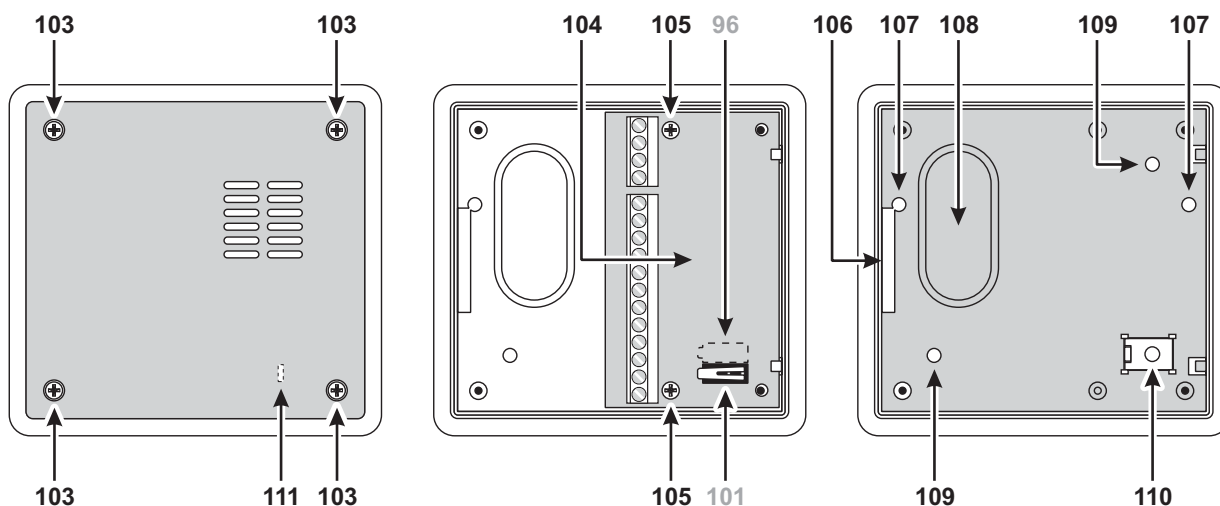

Figura 11 Parti del contenitore per le Espansioni
5. Fissare la Scheda Elettronica **104** al fondo tramite le viti **105** (le due più corte), facendo attenzione al suo orientamento (vedere la Figura 11 a pagina 14).